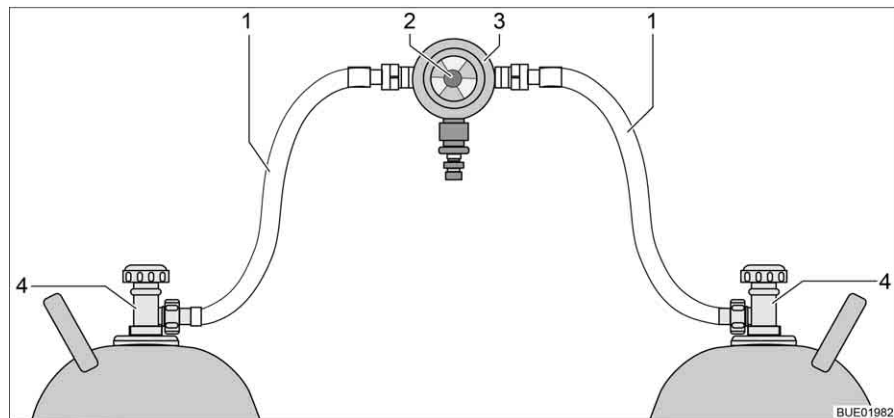
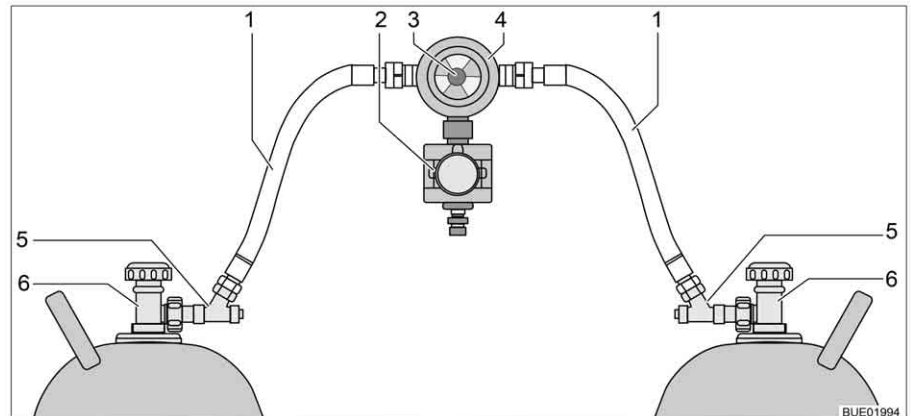

Fig. 154 Dispositif de commutation entre bouteilles de gaz
Fig. 155 Dispositif de commutation entre bouteilles de gaz avec CPU
Le dispositif de commutation entre bouteilles de gaz se compose d'un régulateur de pression du gaz combiné à une valve de commutation et indicateur (Fig. 154,3). Le dispositif de commutation entre bouteilles de gaz est monté entre les deux lyres (Fig. 154,1).
Le dispositif de commutation entre bouteilles de gaz se compose d'un régulateur de pression du gaz combiné à une valve de commutation et indicateur (Fig. 155,4) et d'une électrovanne (Fig. 155,2). L'électrovanne bloque l'arrivée du gaz au véhicule en cas de freinage brusque, d'accident ou de pente inhabituellement forte. Le dispositif de commutation entre bouteilles de gaz est monté entre les deux lyres (Fig. 155,1) avec des sécurités de rupture de tuyau (Fig. 155,5).
Le bouton rotatif (Fig. 154,2 et Fig. 155,3), situé sur le dispositif de commutation entre bouteilles de gaz permet de définir laquelle des bouteilles de gaz est celle de service et laquelle est celle de réserve.
Seules les fonctions électriques peuvent être activées sur l'unité de commande (Fig. 156). Les robinets principaux des bouteilles de gaz (Fig. 154,4 et Fig. 155,6) doivent être ouverts ou fermés manuellement.
- Ouvrir les robinets principaux des bouteilles de gaz (Fig. 154,4 ou Fig. 155,6).
- Appuyer sur les sécurités de rupture de tuyau (Fig. 155,5) l'une après l'autre pendant 10 secondes.
- Choisir la bouteille de gaz avec le bouton rotatif (Fig. 154,2 et Fig. 155,3) du dispositif de commutation à partir de laquelle le gaz doit être utilisé prioritairement (bouteille de service).
- Fermer les robinets principaux des bouteilles de gaz (Fig. 154,4 ou Fig. 155,6).